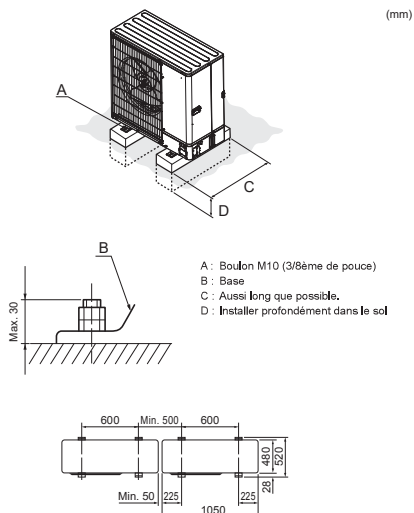

Fig. 4-1
- Installez l'appareil sur une structure rigide afin d'éviter de produire des bruits de fonctionnement et des vibrations excessifs. (Fig. 4-1)